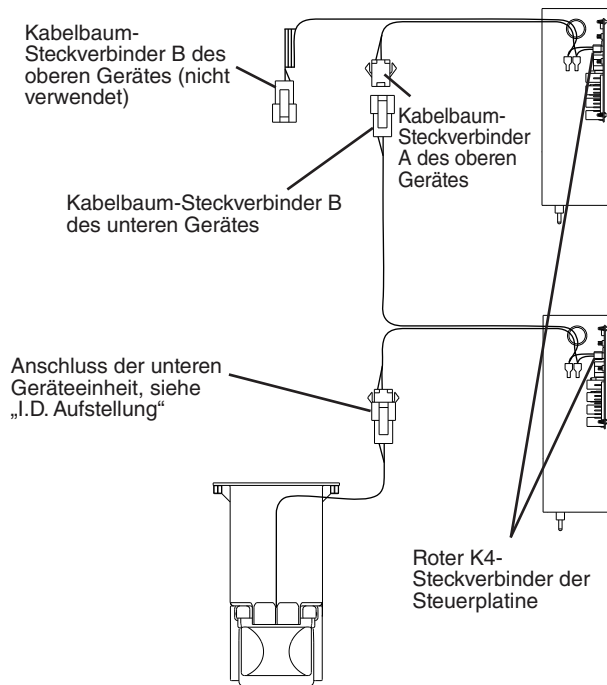

Abb. 6
- 7) Die Halterung des Behältersteuerungskabels aus dem oberen Gerät herausnehmen. Siehe Abb. 6. Die Behältersteuerungseinheit des oberen Gerätes kann an ihrer Position bleiben. Sie wird nicht verwendet.